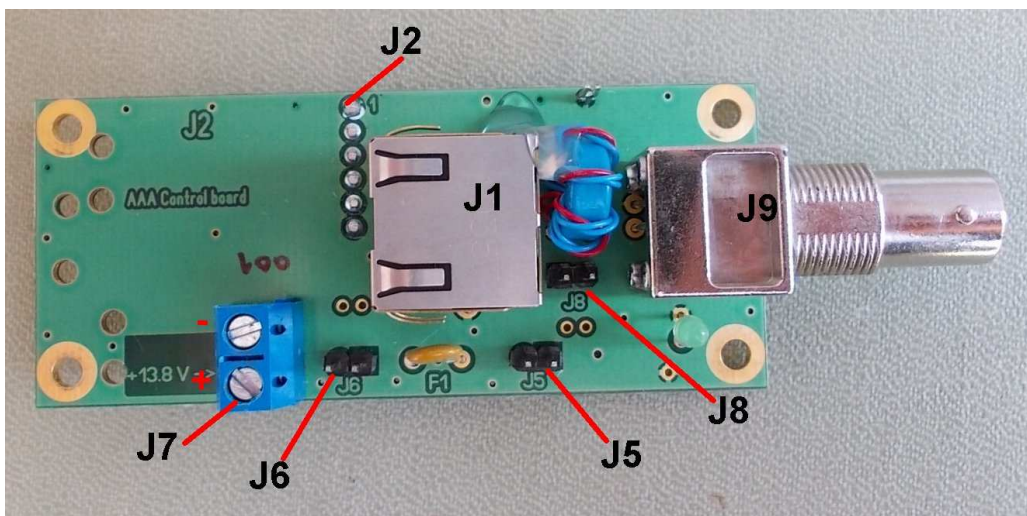

Fig.2.2 Платка Управление модел AAA-1B
Платка Управление (Fig.2.2) има следните функции:
- J7** Куплунг захранване 13.8 V; полярността е показана на **Fig.2.2**